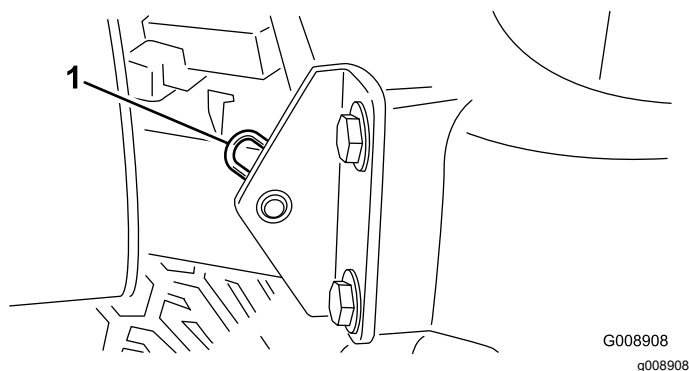

Рисунок 35
2. Снимите игольчатый шплинт крепления оси поворота капота к монтажным кронштейнам (Рисунок 35).